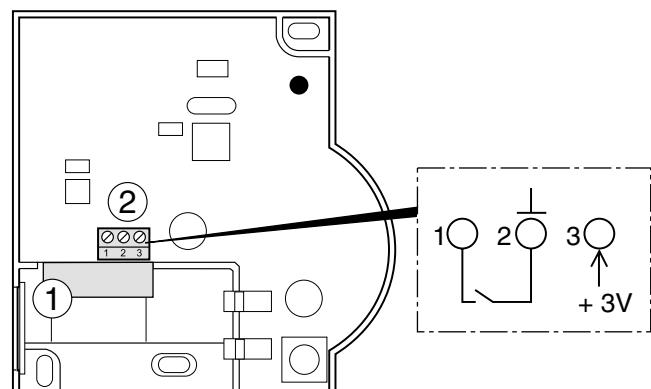

Figura 7: Collegamento della sorgente di corrente esterna (solo HCW 82)
- ▶ Far passare il cavo di uscita dell'alimentatore attraverso l'apertura dell'alloggiamento (1) (vedere Figura 7) verso l'interno.
- ▶ Collegare il cavo di uscita al morsetto (2) (vedere Figura 7).
- ▶ Collegare un sensore a scelta privo di contatto a HCW 82 (installazione al collegamento 1 e collegamento 2, vedere Figura 7 (2), pagina 17).